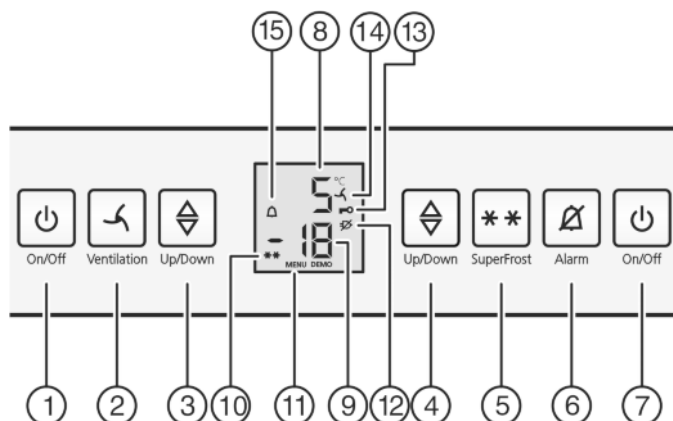

Fig. 2
- ▶ Нажмите кнопку On/Off морозильного отделения Fig. 2 (7).
- ▶ Нажмите кнопку On/Off холодильного отделения Fig. 2 (1).
- ▶ Активация режима настройки: Нажмите кнопку SuperFrost Fig. 2 (5) и удерживайте ее прим. 5 секунд.
- ▷ На индикаторе будет отображаться символ «Меню» Fig. 2 (11).
- ▶ Для подтверждения нажать и отпустить кнопку «SuperFrost» Fig. 2 (5).
- ▷ На индикаторе горит символ «Защита от детей» Fig. 2 (13).
- ▶ Нажмите и сразу отпустите кнопку On/Off морозильного отделения Fig. 2 (7).
- ▷ Символ «Защита от детей» Fig. 2 (13) гаснет.
- ▶ Нажмите кнопку Alarm Fig. 2 (6).
Одновременно мигает индикация температуры и символ тревоги Fig. 2 (15).
Звуковой сигнал выключается автоматически, символ аварийного сигнала Fig. 2 (15) выключается и индикатор температуры перестает мигать, если температура снова становится достаточно низкой.